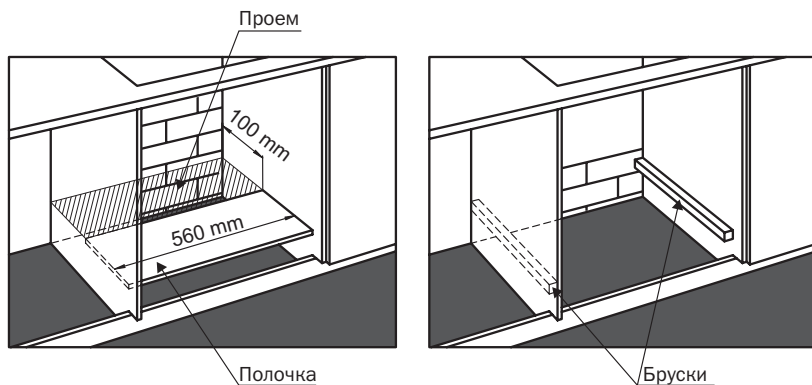

Рис. 6
7. Перед установкой варочной поверхности обязательно воспользуйтесь уплотнительной резиновой полоской, для качественного соединения с поверхностью столешницы (Рис. 6)
10. Если варочная поверхность устанавливается над встроенным духовым шкафом, важно, чтобы он был правильно установлен! При установке духового шкафа в мебельную нишу на сплошную (целую) полку – оставить заднюю стенку ниши максимально открытой. Для доступа воздуха в полке должен иметься проем (заштрихованная область) с размерами не менее 100 x 560 мм. То есть мебельную нишу нельзя «зашивать» полностью (Рис. 6).